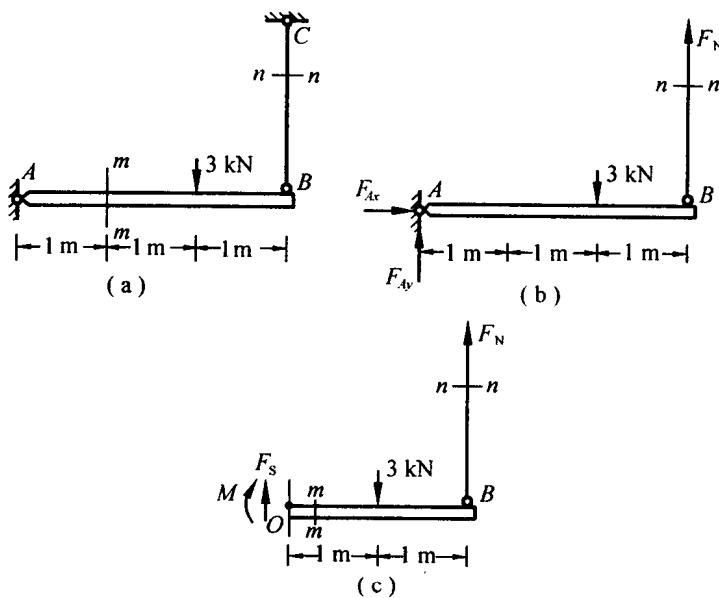

图 1-2
1.2 试求图 1-2(a) 所示结构 $m - m$ 和 $n - n$ 两截面上的内力, 并指出 AB 和 BC 两杆的变形属于何类基本变形。
解 应用截面法,对图1-2(a)取截面n-n以下部分为研究对象,受力如图1-2(b)所示。由平衡条件 $\sum M_A = 0, F_N \times 3 - 3 \times 2 = 0$,解得 $F_N = 2 \text{ kN}$ 。
应用截面法,取图1-2(a)所示截面m-m以右及n-n以下部分作为研究对象,其受力如图1-2(c)所示。由平衡条件 $\sum M_O = 0, F_N \times 2 - 3 \times 1 - M = 0, \sum F_y = 0, F_S + F_N - 3 = 0$,解得 $M = 1 \text{ kN} \cdot \text{m}, F_S = 1 \text{ kN}$ 。